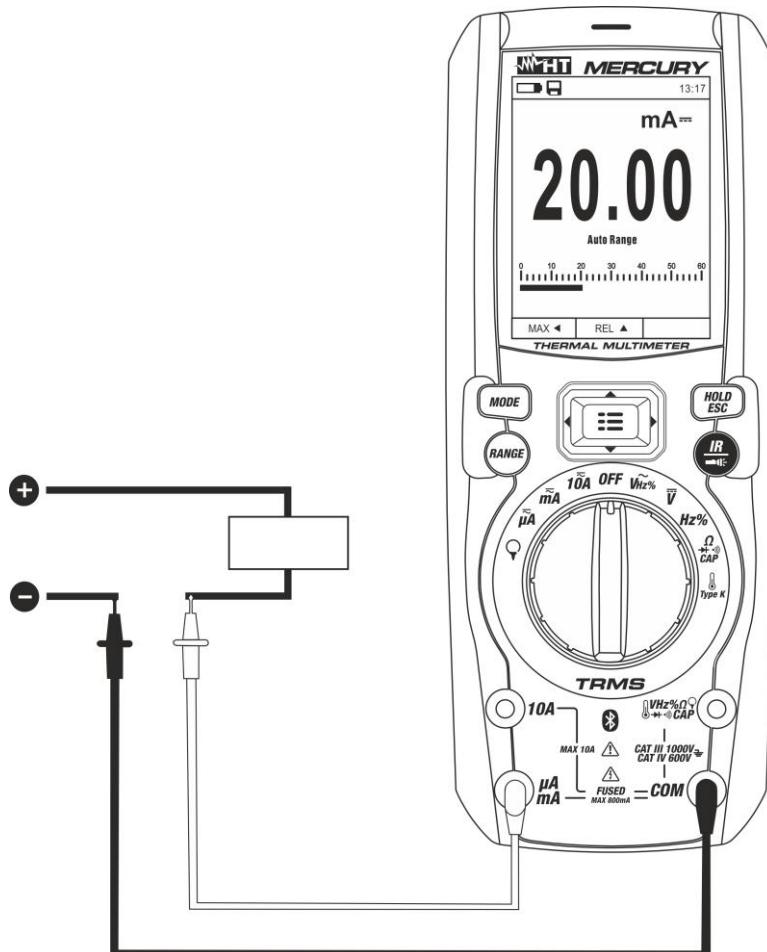

Fig. 28: Uso do instrumento para a medição de Correntes CC e CA+CC
4. Conectar a ponteira vermelha e a ponteira preta em série com o circuito do qual se pretende medir a corrente respeitando a polaridade e o sentido da corrente (ver Fig. 28)
8. A visualização do símbolo "**-**" no display do instrumento indica que a corrente tem sentido oposto em relação à conexão da Fig. 28